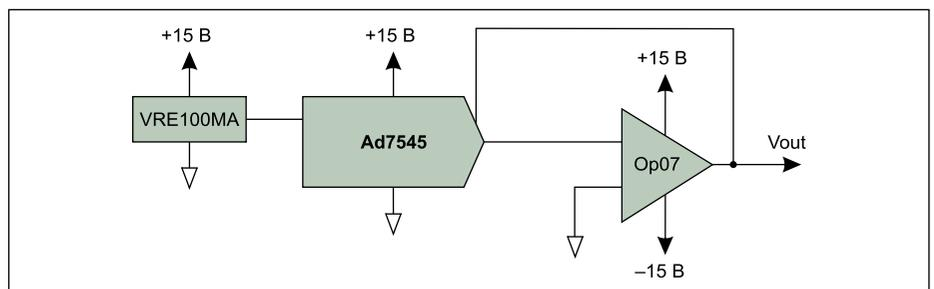

Рис. 6. Использование ИОН VRE100MA совместно с 12-битным ЦАП AD7545
- AD7545, применяемый совместно с ИОН VRE100MA (рис. 6).